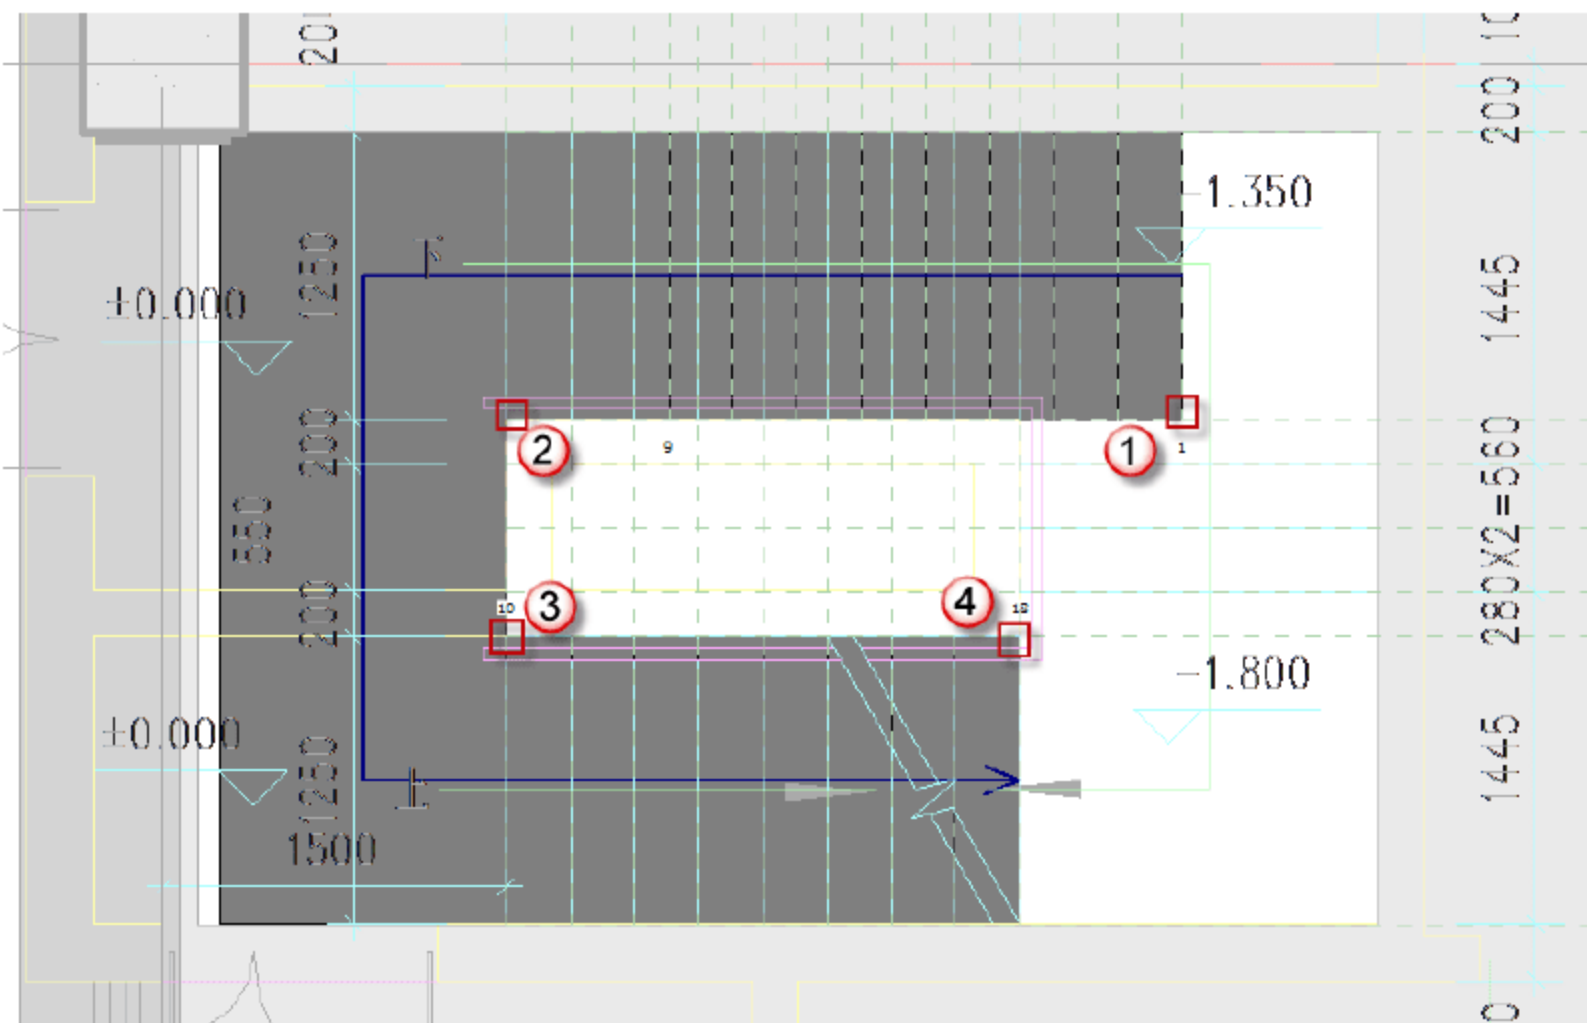
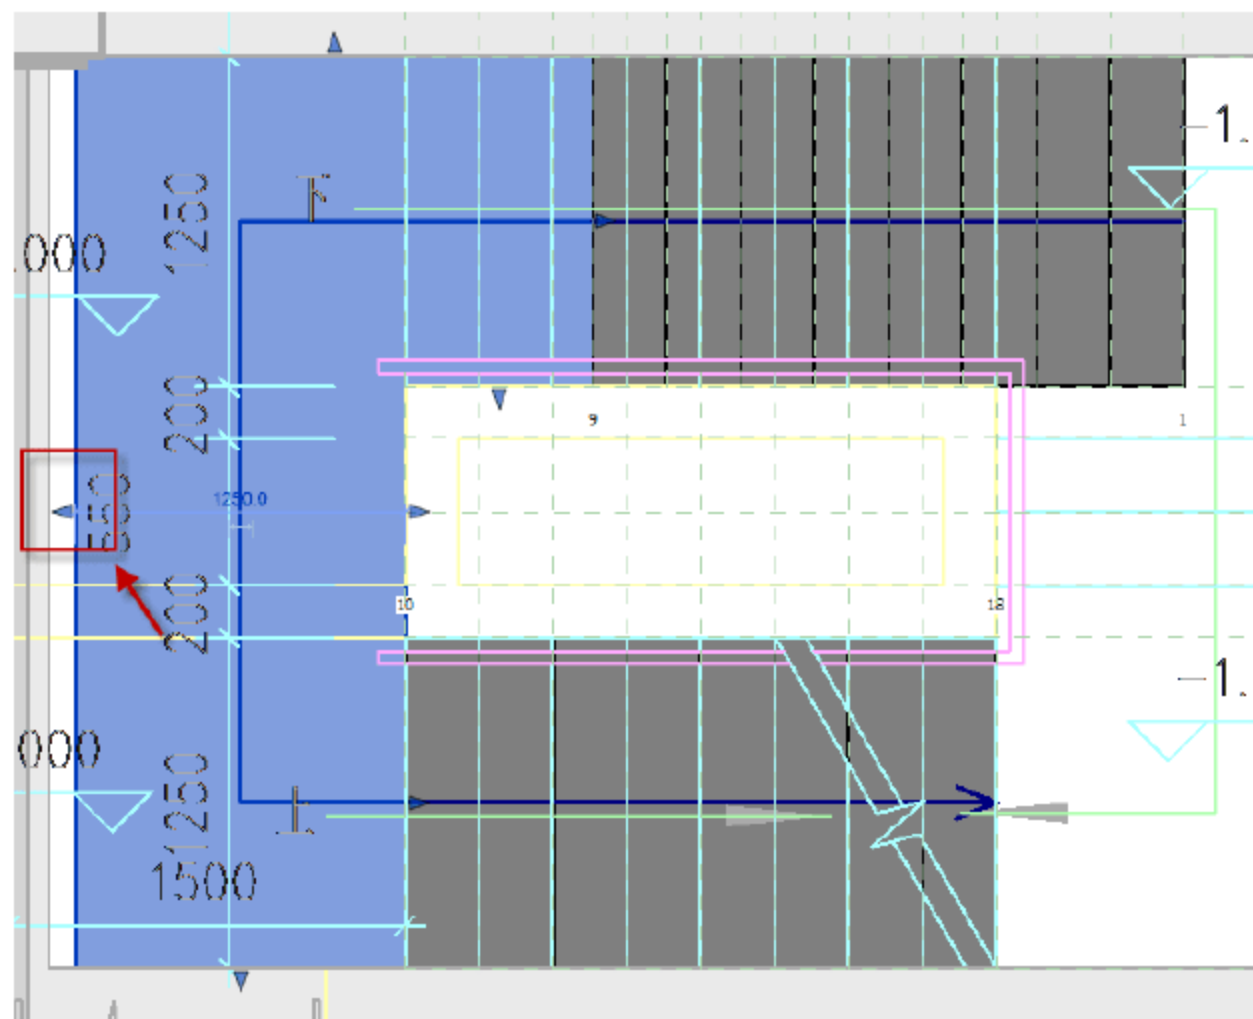

图 11.2.46 绘制第一、第二梯段
图 11.2.47 对齐休息平台
(12) 绘制楼梯第一、第二梯段。捕捉楼梯梯段的起始点“1”点,沿水平方向参照线向右绘制至梯段的终点“2”,再捕捉楼梯梯段的起始点“3”点,沿水平方向参照线向左绘制至梯段的终点“4”,如图 11.2.46 所示。第二梯段绘制完成后会自动生成休息平台,如图 11.2.47 所示。